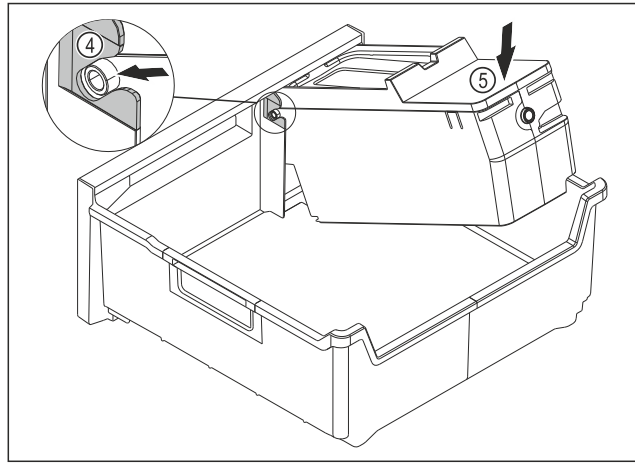

Fig. 78
- ▶ EasyTwist-Ice-corpus monteren: Assen van de EasyTwist-Ice-corpus in de geleidingen Fig. 78 (4) schuiven.
- ▶ EasyTwist-Ice-corpus Fig. 78 (5) achter omlaag drukken.